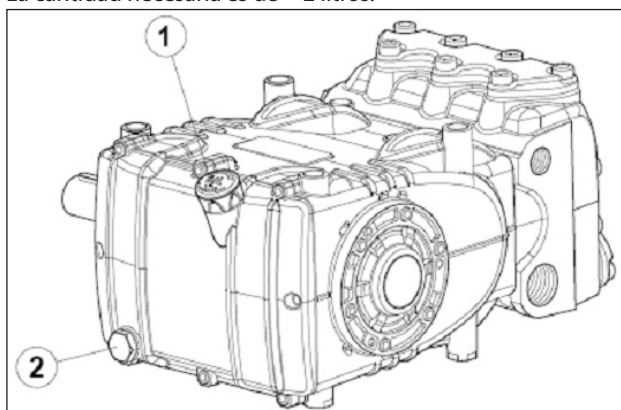

Fig. 3
Controlar el nivel de aceite, si es necesario repostar. Desde la varilla de nivel de aceite pos. ①, Fig. 3. El control correcto del nivel de aceite se realiza con la bomba a temperatura ambiente, el cambio de aceite va realizado con la bomba a temperatura de funcionamiento retirando: la varilla de nivel de aceite pos. ①, y, a continuación, el tapón pos. ②, Fig. 3. El control del aceite y el cambio se han de realizar como se indica en la tabla Fig. 14 del capítulo 11. La cantidad necesaria es de ~ 2 litros.
Preparar la instalación de manera que el aceite no supere los **100 °C** (212 °F) de temperatura cuando la bomba esté funcionando. Introducir una sonda de temperatura en el tapón de descarga del aceite pos. ② Fig. 3. Consultar el manual "PROTECCIÓN ANTIDEFLAGRANTE ATEX".